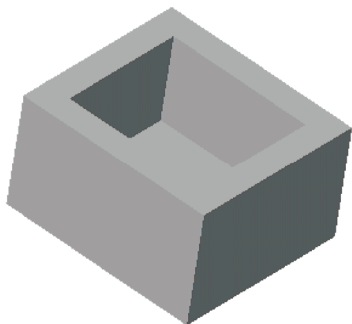

图 6-108 打开模型文件
STEP 01 单击快速访问工具栏中的“打开”按钮 , 打开模型文件，如图 6-108 所示。